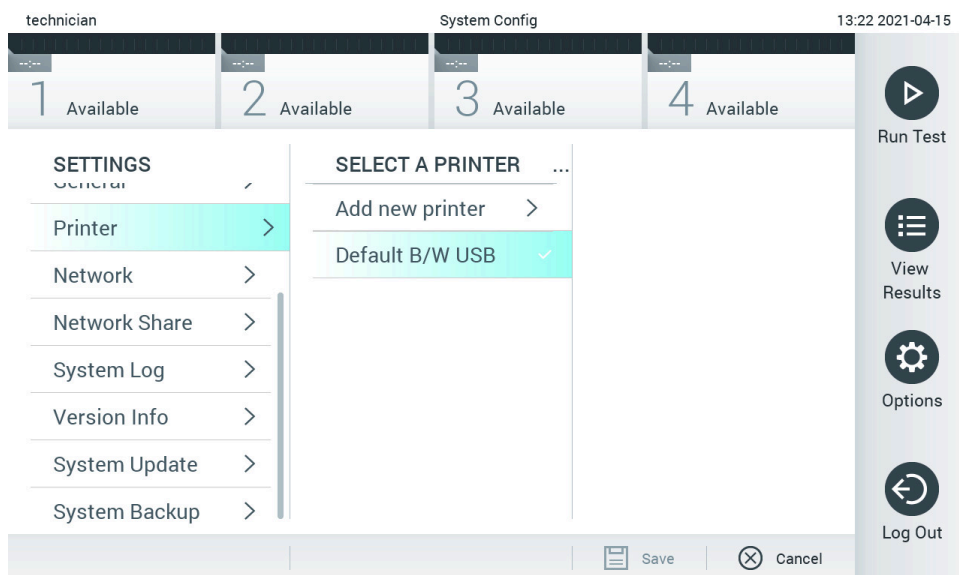

図 74.システムプリンターを選択。
3. 利用可能なプリンターのリストからプリンターを選択します（図 74）。